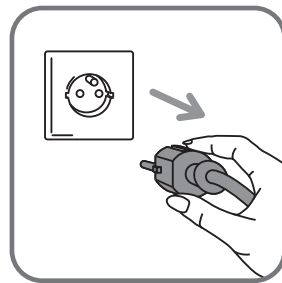

fig.2
- Avant de remplir le réservoir, débranchez le fer **fig. 2**.